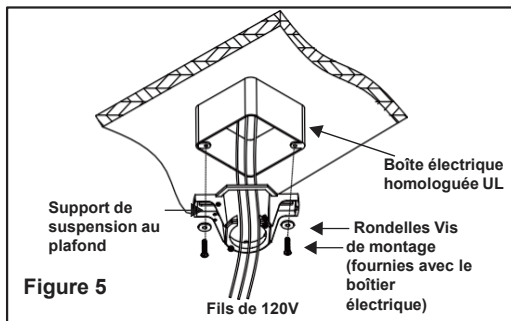

Figure 5
Étape 1: Faites passer les fils d'alimentation de 120 volts par le trou central du support de suspension au plafond, comme indiqué à la figure 5.